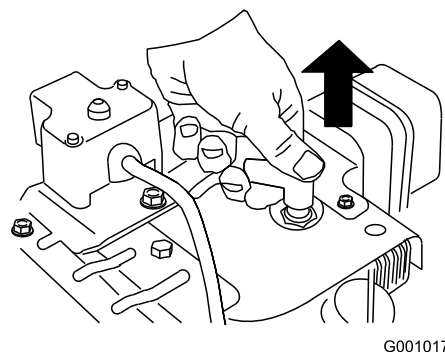

Рисунок 40
3. Отсоедините провод свечи зажигания (Рисунок 40).